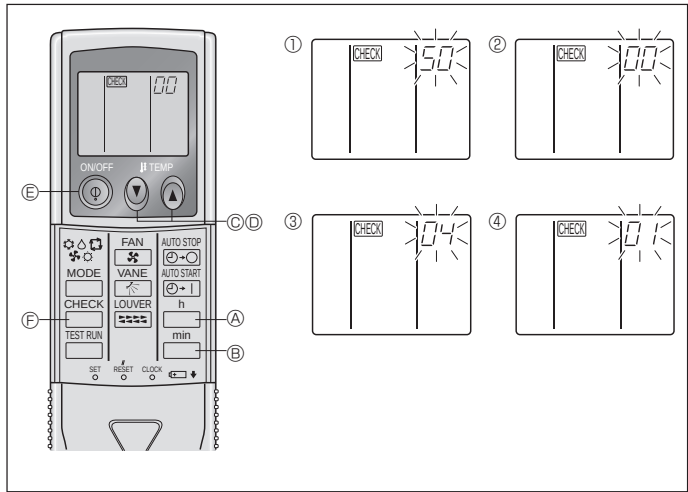

Fig. 6-10
- 2) Для бездротового пульта дистанційного керування (Fig. 6-10)